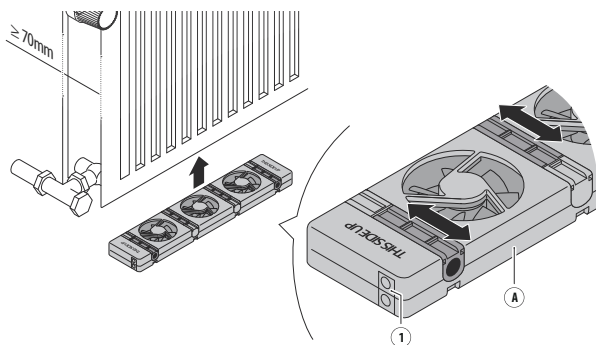

Fig. 1 - Positionnement du SpeedComfort (A).
1. Assurez-vous que le **SpeedComfort** (A) soit orienté vers le haut et que les **connecteurs femelles** (1) pointent vers la prise murale (voir fig. 1).